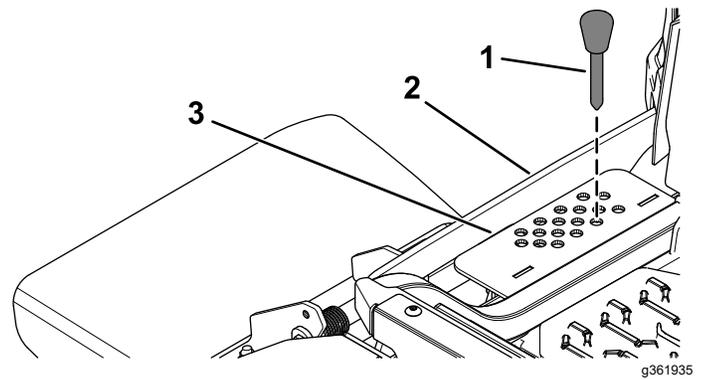

Bild 24
2. Wählen Sie ein Loch in der Schnitthöhenhalterung, das der gewünschten Schnitthöhe entspricht, und stecken Sie den Lastösenbolzen wieder ein (Bild 24).
3. Drücken Sie den Mähwerkhubschalter nach unten, bis das Schnitthöhenlenker den Schnitthöhenstift leicht berührt (Bild 24).